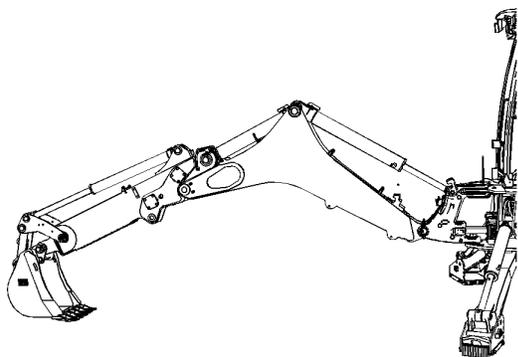

Рисунок 5
2. Установите машину в требуемое положение. См. рисунок 5
4. Используя отверстия доступа (5) , измерьте зазор между верхней поверхностью плоской износной накладки, прикрепленной болтами к внутренней рукояти, и внутренней поверхностью наружной рукояти.
d. Верните машину в положение, показанное на рис. 5 .
f. Если зазор соответствует требованиям, нанесите 154-9731 герметик для резьбовых поверхностей на оба болта (6) .